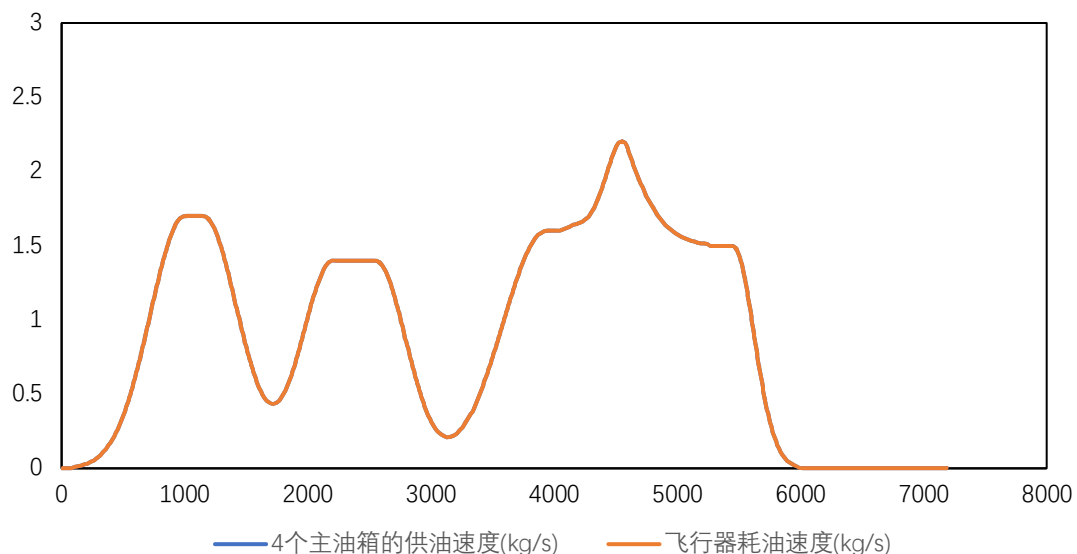

图 18：四个主油箱供油与飞行器耗油的速度对比曲线图
为了验证 (2)，从图 18 中可以看出，飞行器的耗油速度曲线与 4 个主油箱的供油速度曲线完全重合，即飞行器能一直获得充足的油，我们的模型可靠性非常好。需要说明的是，算法中也兼顾了供油速度的平滑性。